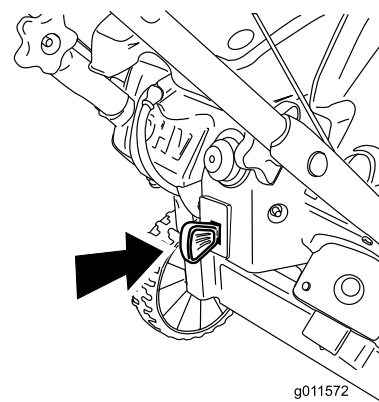

Figure 15
1. Enfoncez complètement la clé de contact à la position de marche (Figure 15).